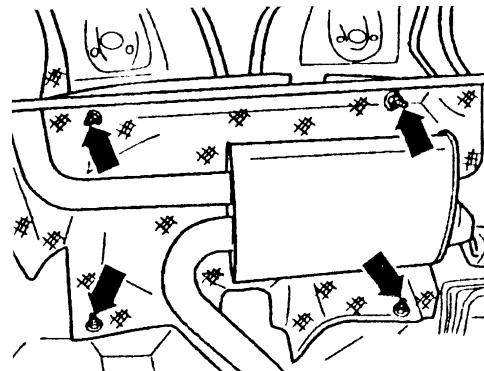

图 13-50 拆开消音器隔热板
(5) 如图 13-50 所示, 松开后消音器处的隔热板并将其推向一旁。